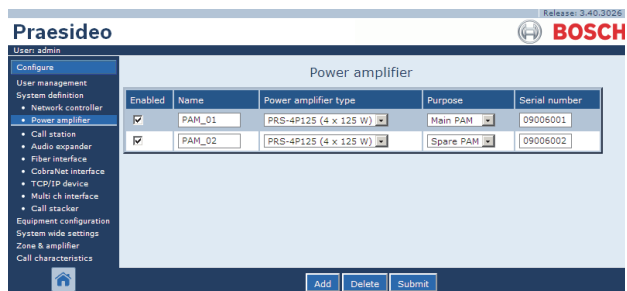

abbildung 43.9: Endstufe löschen, Schritt 2
- Klicken Sie auf die Zeile der Endstufe, die Sie aus der Systemdefinition löschen möchten. Die gesamte Zeile wird hervorgehoben (siehe abbildung 43.9).